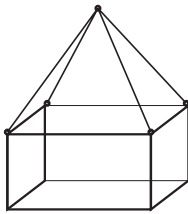

Abb. 1:
- **An allen 4 Ringschrauben gleichzeitig kranen (wie in Abb. 1 dargestellt).**
- z.B. **(C1)** bedeutet: Position C / Abbildung 1 im jeweiligen Kapitel
- z.B. **(Kap. 3, C1)** bedeutet: im Kapitel 3 Position C / Abbildung 1